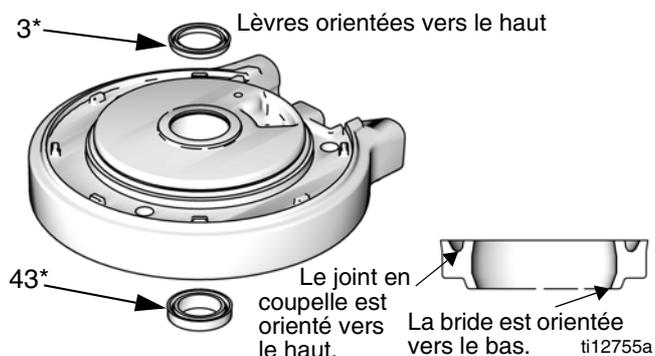

FIG. 12 : Installation d'une coupelle en U de moteur pneumatique
1. Lubrifiez et posez le joint torique (9*) sur le capot supérieur (13).
2. **M07xxx, M12xxx et M18xxx uniquement** : installez l'amortisseur supérieur (29) sur le capot supérieur (13).
3. Lubrifiez l'intérieur du cylindre (11). Abaissez le cylindre (11) sur le capot supérieur (13).
4. Lubrifiez et posez le joint torique (8*) autour du piston (5).
5. Faites glisser l'ensemble de piston (5) dans le cylindre (11). Assurez-vous que le joint torique (9*) reste bien en place.
6. Installez le bouclier (12) autour du cylindre (11) et ainsi que dans la rainure du capot supérieur (13).
7. Consultez la FIG. 12. Lubrifiez et posez un joint de coupelle en U neuf avec bride (43*) dans le bas du roulement dans le capot inférieur (1). La coupelle en U doit être orientée vers le haut et la bride vers le bas. Lubrifiez et posez le joint de coupelle en U neuf (3*) en haut du roulement. Les lèvres doivent être orientées vers le haut.
② Appliquez du lubrifiant.
③ Le joint en coupelle est orienté vers le haut. La bride (joint inférieur uniquement) est orientée vers le bas. Consultez la FIG. 12, page 15.